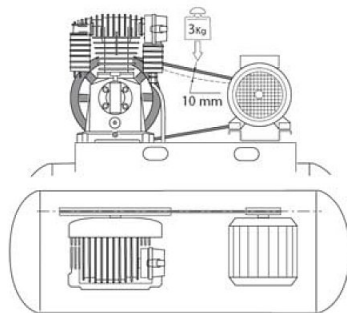

Abb. 15: Riemenspannung
Schritt 5: Überprüfen Sie die Riemenspannung. Der Riemen muss sich in der Mitte um ungefähr 10 mm biegen, wenn eine Belastung von 3 kg daran angebracht wird (Abbildung 15). Stellen Sie die Riemenspannung gegebenenfalls nach (durch Verschieben des Motors) und achten Sie dabei darauf, dass die Riemenscheibe und das Schwungrad ordnungsgemäß geölt werden.